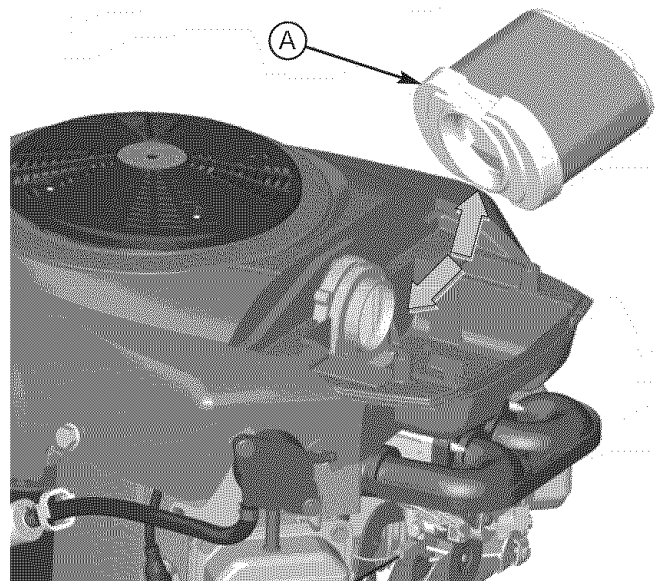

Figura 34. Instalación del filtro de aire
4. Reemplace el cartucho alineando el orificio del cartucho con la ventila de aire (A, Figura 34).